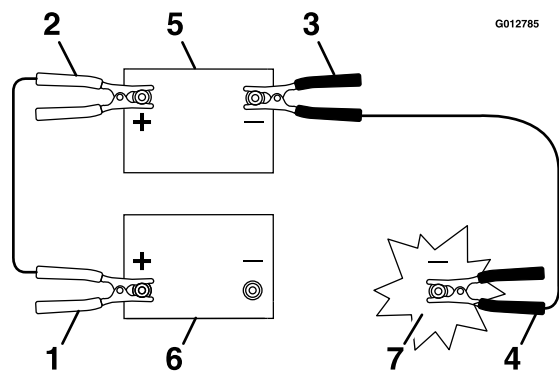

Figura 83
4. Conecte el cable positivo (+) al borne positivo (+) de la batería descargada que está conectado al motor de arranque o al solenoide, según se indica en Figura 83.